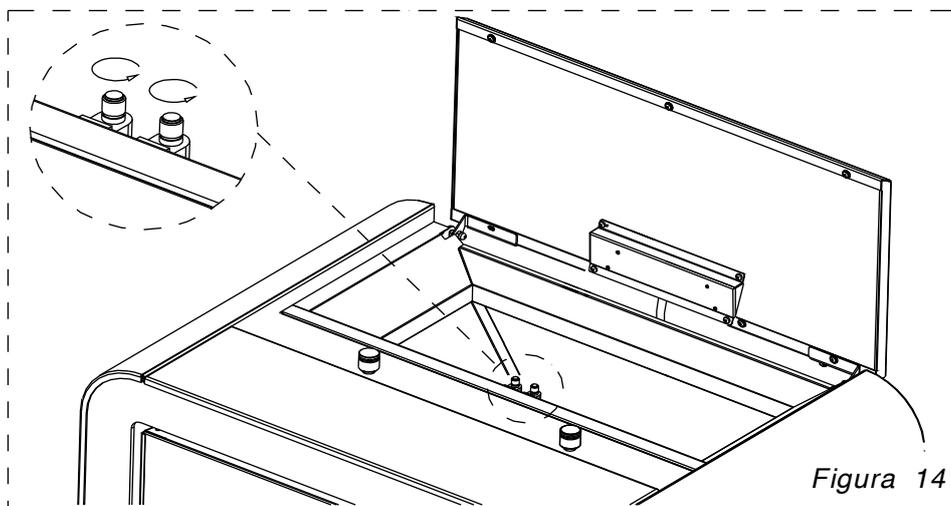

Figura 14
- Regolare ora l'altezza dei 2 cricchetti a molla verificandone poi la corretta funzionalità (Figura 14).